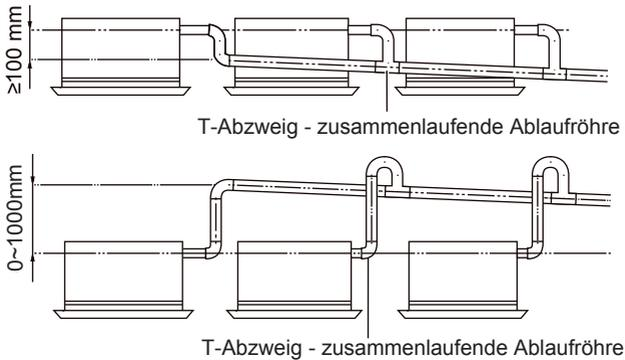

Abb. 23
- (3). Bei mehreren Ablaufröhren, die Installation nach Abb. 23 durchführen. Die zusammenlaufenden Ablaufröhre mit einer anpassenden Stärke wählen (die Kassetteneinheit als Beispiel nehmen).